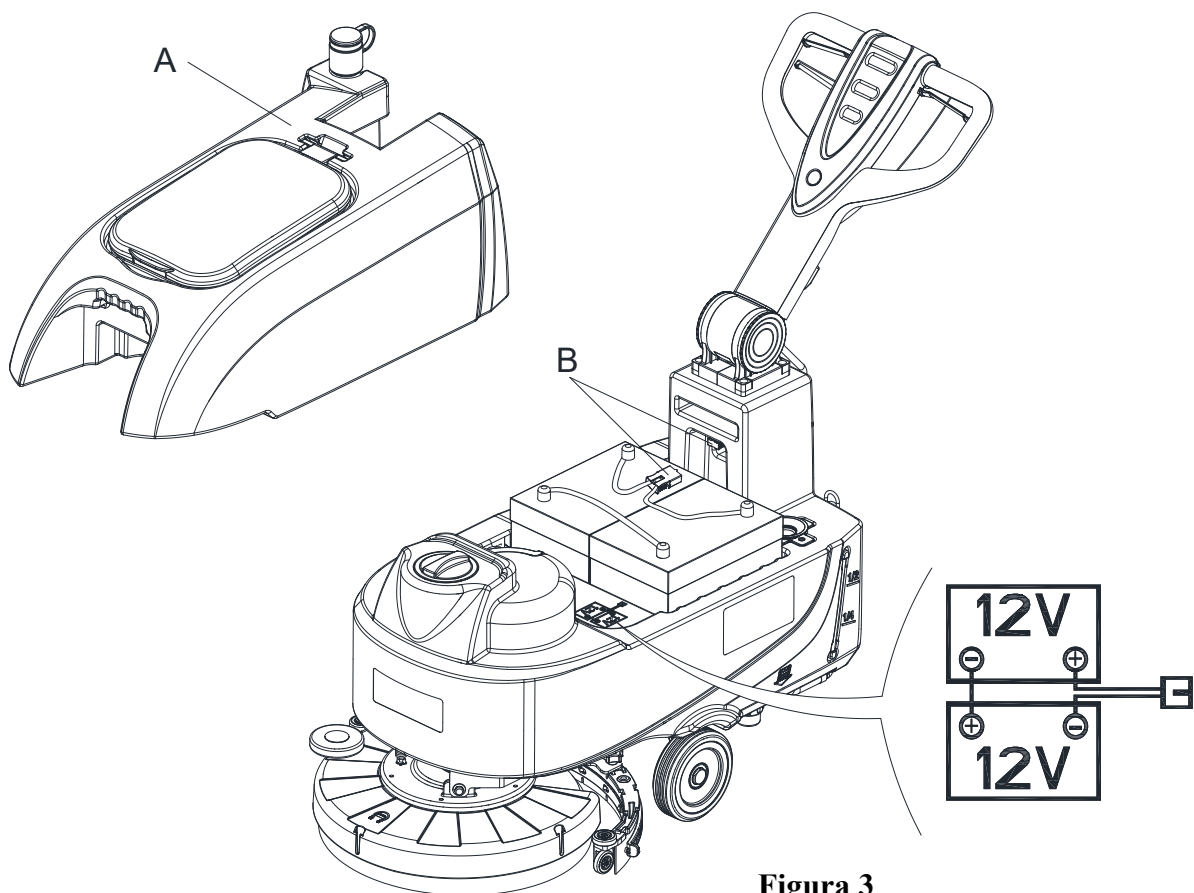

Figura 3
Pentru mașină sunt necesare 2 baterii de 12 V, conectate conform diagramei (Figura 3).
1. Verificați ca bateriile să fie conectate la mașină cu conectorul (B, Figura 3).
5. Mutați cu grijă kitul rezervorului de apă recuperată (A, Figura 3).
7. Pozați și instalați cablul bateriei ca în (Figura 3), apoi strângeți cu grijă piulița de la fiecare bornă a bateriei.
8. Puneți capacul de protecție pe fiecare bornă, apoi cuplați conectorul bateriei (B, Figura 3).
9. Puneți cu grijă la loc kitul rezervorului de apă recuperată (A, Figura 3).